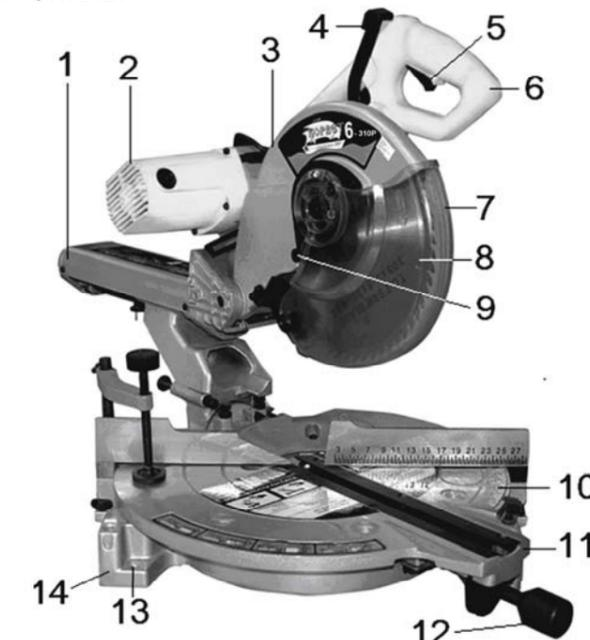
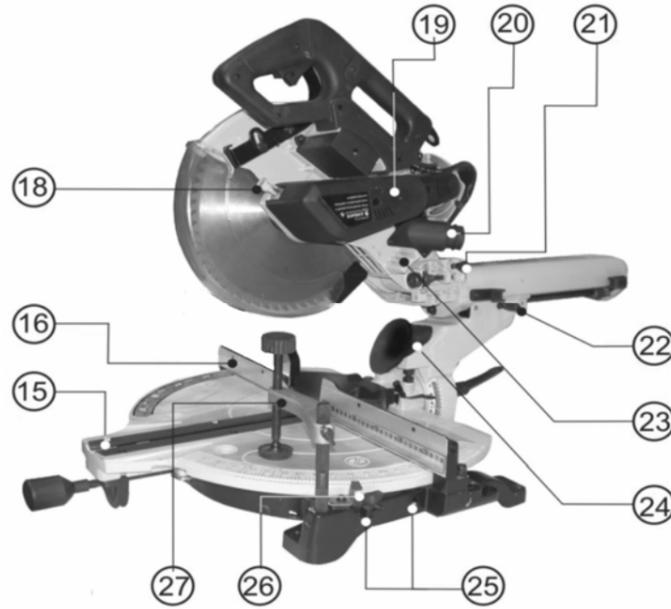
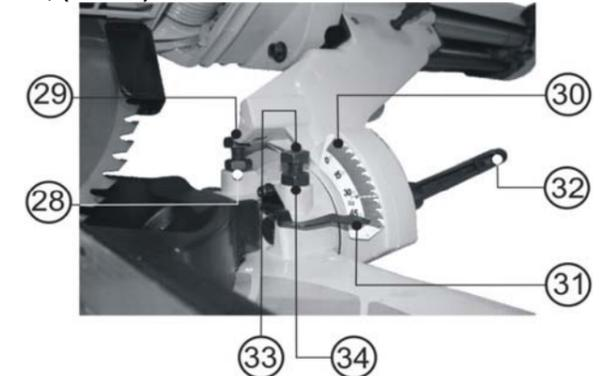
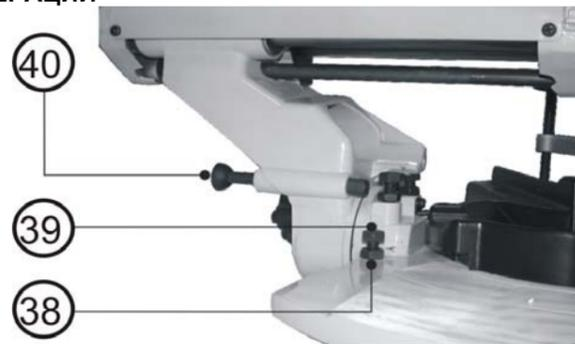

Рис. 2
Рис. 3
Рис. 4
Рис. 6
- Нажмите на рукоятку (6), Рис. 2, перемещения пилы вниз и отведите штифт блокировки пилы в нижнем положении (21), Рис. 3, в крайнее заднее положение.
ВНИМАНИЕ: Штифт блокировки пилы в нижнем положении (21), Рис. 3, применяется только для блокировки пилы при ее транспортировании, а не при пилении.
8.2.1. Сожмите металлические выступы зажимного хомута мешка и наденьте его на выходной патрубок (20), Рис. 3.
8.3.1. Установите горловину пылесборника в патрубок опоры (24), Рис. 3, ниже режущей головки.
8.4.2. Вставьте выдвижную опору в отверстия (25), Рис. 3, станины (14), Рис. 2.
8.4.3. Затяните винт фиксации выдвижной опоры (26), Рис. 3.
9.1. Необходимо надежно закрепить пилу болтами на верстаке. С этой целью основание пилы имеет четыре отверстия (13), Рис. 2. Это обеспечит устойчивость пилы и безопасность её эксплуатации, предотвратит возможность травматизма.
11.1. Установка ограничительного упора наклона на 90° и на 45°, (Рис. 4)
11.1.1. Для установки ограничительного упора наклона на 90° переместите каретку режущей головки (1), Рис. 2, в крайнее заднее положение и затяните ручку фиксации перемещения каретки (22), Рис. 3. Установите на рабочий стол угольник. Ослабьте фиксирующую гайку (34) и заверните болт (33), Рис. 4, на два оборота по часовой стрелке. Ослабьте ручку фиксации угла наклона (32), Рис. 4., и переместите режущую головку вправо до упора диска в угольник. Установите режущую головку под углом 90° к столу, добившись прилегания всей плоскости диска к угольнику. Затяните ручку фиксации угла наклона (32), Рис. 4. Выверните болт (33), Рис. 4, против часовой стрелки до его соприкосновения с ограничительным упором наклона. Затяните фиксирующую гайку (34), Рис. 4.
Ослабьте ручку фиксации угла наклона (32), Рис. 4. и переместите режущую головку до ограничительного упора наклона влево, а затем до ограничительного упора наклона вправо. Затяните ручку фиксации угла наклона (32), Рис. 4. Еще раз проверьте правильность регулировки угольником (при необходимости повторите регулировку). Установите указатель угла наклона (31), Рис. 4, на "0°" шкалы наклона (30), Рис. 4, винтом фиксации указателя. 11.1.2. Установку ограничительного упора наклона на 45° проводите после его установки на 90°. Для установки ограничительного упора наклона на 45° переместите каретку режущей головки (1), Рис. 2, в крайнее заднее положение и затяните ручку фиксации перемещения каретки (22), Рис. 3. Ослабьте ручку фиксации угла наклона (32), Рис. 4, и переместите режущую головку влево до соприкосновения ограничительного упора наклона с болтом (29), Рис. 4. Ослабьте контргайку (28) и болтом (29) подрегулируйте угол 45°. Регулируйте до совмещения указателя угла наклона (31) и отметки 45° на шкале наклона (30), Рис. 4. Затяните контргайку (28), Рис. 4.
12.1.1. Для жесткого удержания заготовки всегда пользуйтесь вертикальной струбциной (27), Рис. 3. Для вертикальной струбцины имеются шесть отверстий в станине. Вертикальная струбцина (27), Рис. 3, устанавливается в отверстия станины (14), Рис. 2. Вставьте стержень вертикальной струбцины в отверстие станины на задней стороне фронтального упора. Установите вертикальную струбцину в соответствии с размером и формой заготовки и зафиксируйте ее с помощью зажимного винта.
13.1.1. Пила позволяет производить поперечное пиление под углом 90° и косое пиление до 48° влево или вправо (по показаниям шкалы). Для выполнения косого пиления ослабьте фиксацию поворотного стола поворотом ручки фиксации поворотного стола (12), Рис. 2, против часовой стрелки. Поверните поворотный стол (11), Рис. 2, до положения, когда указатель рабочего стола совпадает с требуемым углом на угловой шкале (10), Рис. 2. Имеются фиксированные положения поворотного стола 0°, 15°, 22,5°, 31,6° и 45°. Крепко зафиксируйте поворотный стол вращением ручки фиксации поворотного стола (12), Рис. 2, по часовой стрелке. Зажмите заготовку вертикальной струбциной (27), Рис. 3.
Зафиксируйте каретку режущей головки (1), Рис. 2, в крайнем заднем положении ручкой фиксации перемещения каретки (22), Рис. 3. Включите выключатель, нажмите рычаг блокировки защитного кожуха диска, чтобы опустить режущую головку вниз. Дождитесь, пока диск наберет максимальную скорость. Прилагая усилие в плоскости вращения диска, нажимайте на рукоятку, опустите ее до нижнего положения. После окончания пиления выключите пилу и дождитесь ПОЛНОЙ ОСТАНОВКИ ДИСКА, перед тем как вернуть диск в верхнее положение.
13.2.1. С помощью этой пилы можно пилить с левым наклоном под углом от -3° до 50° (по показаниям шкалы). Снимите горловину пылеотсоса. Отпустите ручку фиксации угла наклона (32), Рис. 4, и установите заданный угол наклона. Для его сохранения снова затяните ручку фиксации угла наклона. Зажмите заготовку вертикальной струбциной (27), Рис. 3. Зафиксируйте каретку режущей головки (1), Рис. 2, в крайнем заднем положении ручкой фиксации перемещения каретки (22), Рис. 3. Включите пилу, после чего нажмите рычаг блокировки защитного кожуха диска, чтобы опустить режущую головку вниз.
Примечание: Для пиления плитуса пила снабжена специальным устройством наклонного пиления под углом 33,9°. Если необходим этот угол, отпустите ручку фиксации угла наклона (32), Рис. 4, и установите блокировочную шпильку (40), Рис. 6, на регулировочный болт (39), Рис. 6, с контргайкой (38), Рис. 6. Затяните ручку фиксации угла наклона (32), Рис. 4.